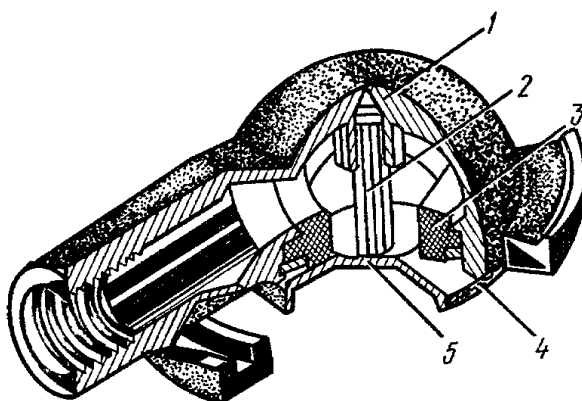

Рис. 11. Головка соединительная типа «Б»:
4.7.3. Головка соединительная типа «Б» (рис.11) предназначена для соединения воздухопроводов прицепа и трактора. Перед соединением головок прицепа и трактора откройте крышку головки трактора, нажмите на клапан и, повернув рукоятку разобщительного крана на тракторе, продувайте головку. Затем закройте разобщительный кран, откройте крышку головки прицепа и соедините головки прицепа и трактора, вновь откройте разобщительный кран для подвода воздуха к прицепу.